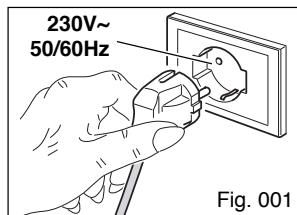

Fig. 001
- **Brancher l'appareil UNIQUEMENT à des prises de courant ayant une capacité minimum de 10A (fig. 001).**